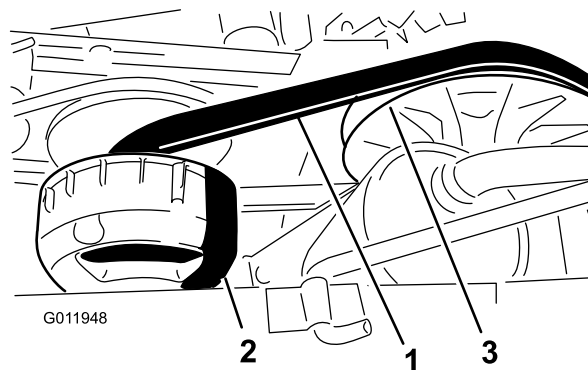

Bild 72
4. Drehen und prüfen Sie den Riemen (**Bild 72**) auf überdurchschnittliche Abnutzung oder Beschädigung.
3. Drehen Sie den Riemen und verlegen ihn über die sekundäre Kupplung (**Bild 72**).
4. Nehmen Sie den Riemen von der primären Kupplung (**Bild 72**).
5. Fluchten Sie den neuen Riemen über der primären Kupplung aus (**Bild 72**).
- Drehen Sie den Riemen und verlegen ihn über die sekundäre Kupplung (Bild 72).